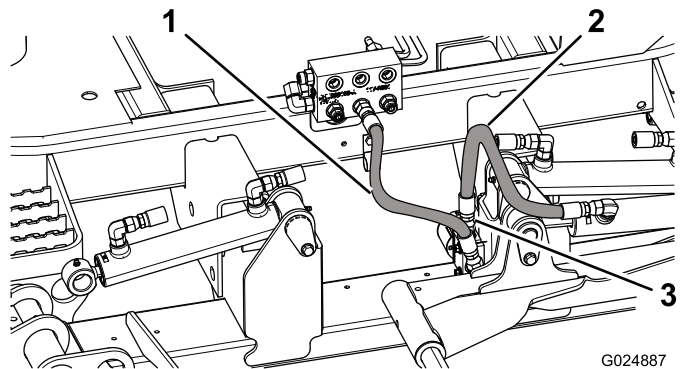

図 4
8. ジャンクションマニホルドのフィッティングから外したホースの先を、デッキロックマニホルド上部にあるフィッティングストレートフィッティングに取り付ける図 4。
9. 新しいホースを、ジャンクションマニホルドとデッキロックマニホルドの90度フィッティングに接続する図 4。